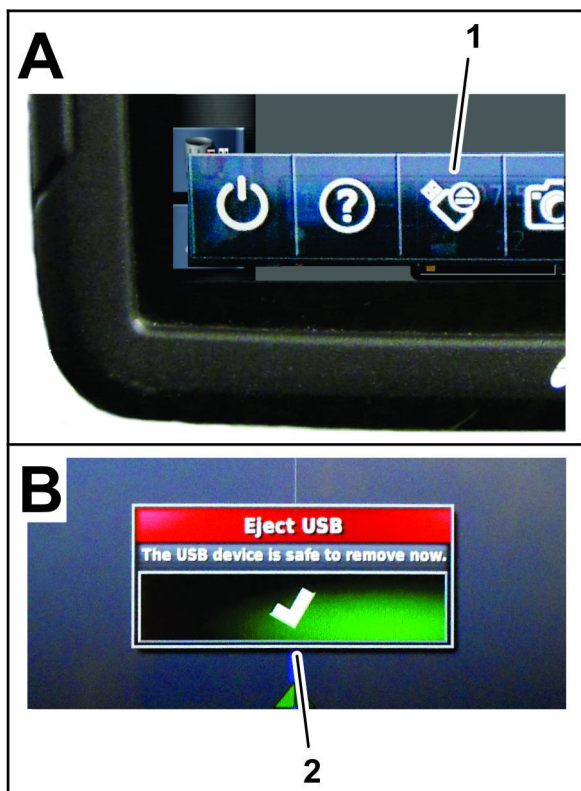

Figura 90
8. Per accedere alla barra menu fluttuante fate scorrere il dito sul display (Figura 90).
9. Premete l'icona di Espulsione USB (Figura 90).
10. Nella finestra di dialogo per l'espulsione del dispositivo USB, premere l'icona di Conferma e rimuovete il dispositivo di archiviazione USB dal monitor (Figura 90).